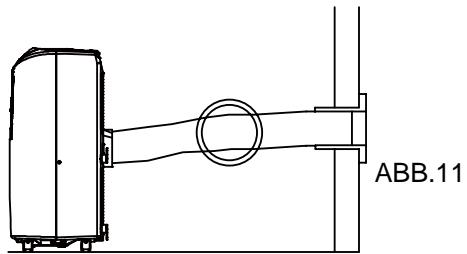

ABB.11
- Biegungen und Knicke im Auslassschlauch vermeiden. Andernfalls kann sich feuchte Luft bilden, die zu einer Überhitzung und zum Abschalten des Geräts führt. Fig 11 & 12 zeigen die richtigen Positionen.